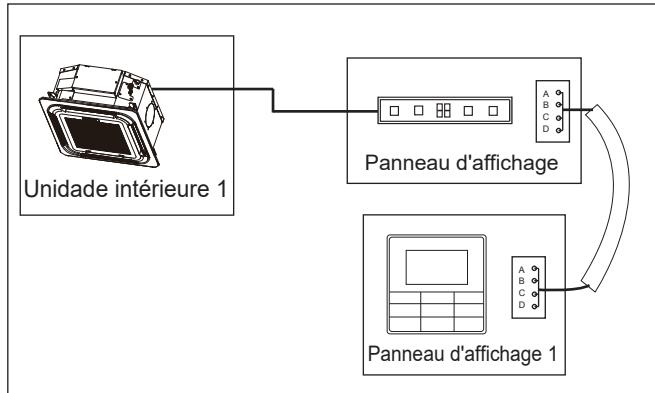

Fig. 6.9
- Utilisez 1 télécommande filaire pour contrôler 1 unité intérieure (voir fig. 6.9)